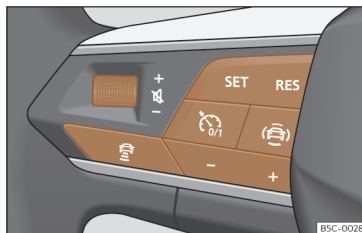

Fig. 173 En el volante multifunción: botones para manejar el ACC
Su vehículo dispone de ACC si dispone de menú de configuración en el sistema de infotainment»»» pág. 99, y si dispone de los botones propios de la función ACC en el volante multifunción»» fig. 173.
- Para comenzar la regulación presione el botón **SET** >>> **fig. 173**.
Para programar la velocidad pulse los botones + o - >>> **fig. 173** hasta la velocidad deseada. El ajuste de velocidad se realiza en intervalos de 10 km/h (5 mph).
- Pulse el botón y, a continuación, el botón + o - >>> **fig. 173**.